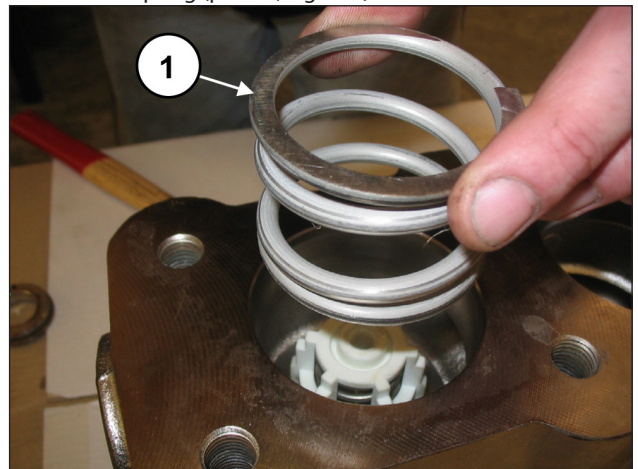

Fig. 109
Remove the spring (pos. ①, Fig. 109).